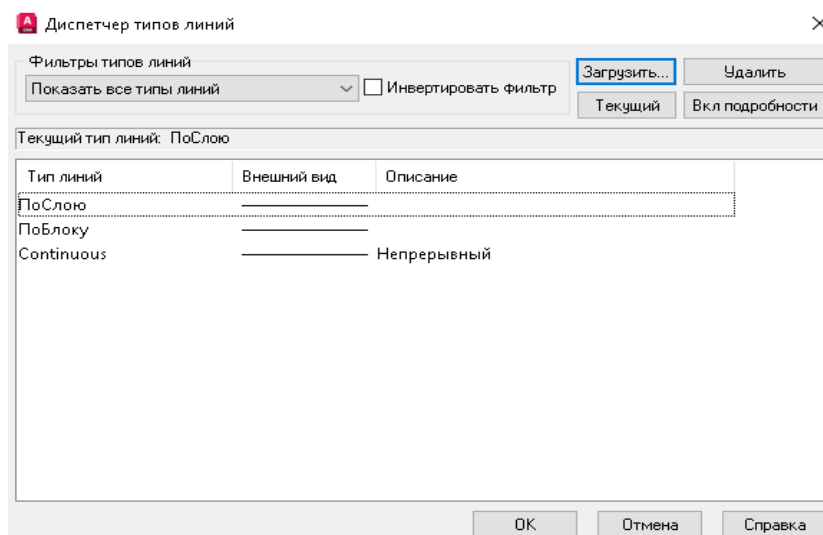

Рисунок 3 – Диалоговое окно Диспетчера типов линий
2. В диалоговом окне **Менеджер типов линий (Linetype Manager)** щёлкните на кнопку **Загрузка (Load)** (рис. 3).